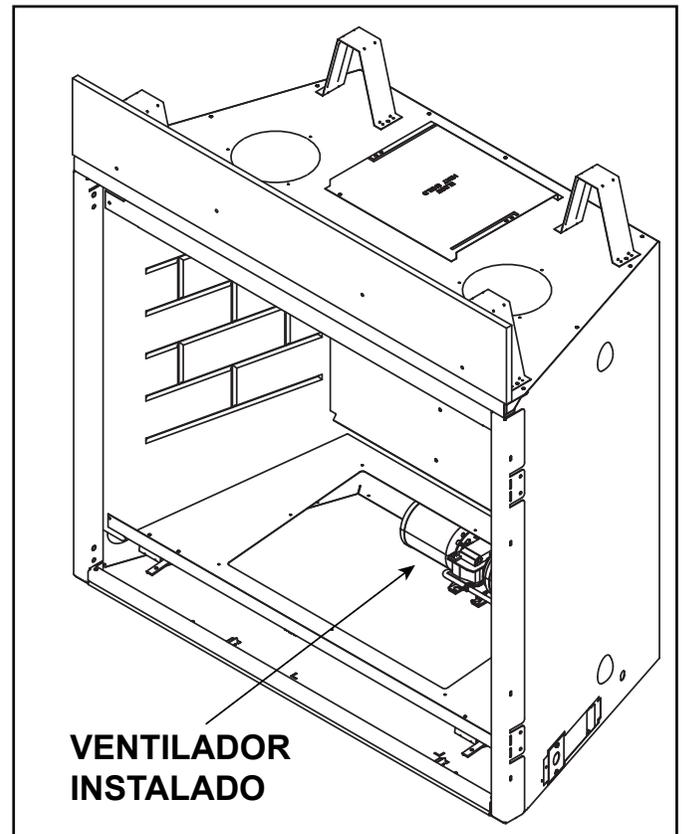

Figura 8.6 Ventilador instalado en la cavidad de la placa de la válvula
- Instale el ventilador a través de la cavidad de la placa de la válvula. Consulte la Figura 8.6.
- El mantenimiento se puede realizar a través de la cavidad de la placa de la válvula. Consulte la Figura 8.6.